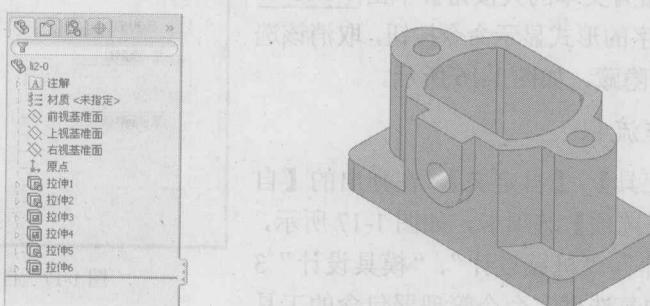

图 1-19 特征管理设计树
- 提供编辑项目的快捷方式。在需要编辑的项目上单击鼠标右键，在弹出的菜单中有多种项目功能，如对于零件模型，可以编辑特征、编辑草图等。图 1-19 所示为右边模型对应的特征设计树。